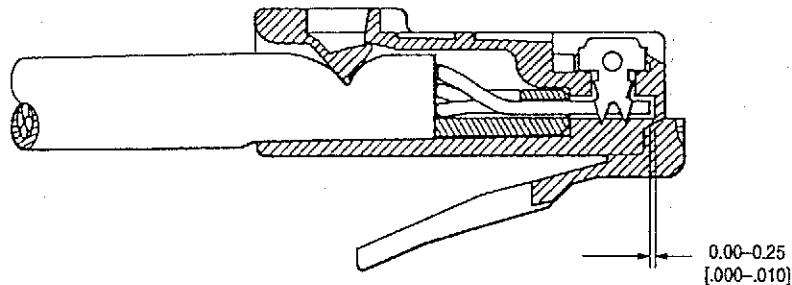

図8
- A. すべての導体が電線入力回路の終わりに対して視覚的に底に付いていることが望ましい。もし個別の導体が、ターミネーション後の目視検査で、個々の導体が完全に挿入されていない場合、図8に示すように少なくともコンタクトを超えて 0.25 [.010] のリファレンス・ゾーンへ挿入し、コンタクトおよび導体と正しく電気接続を行う。